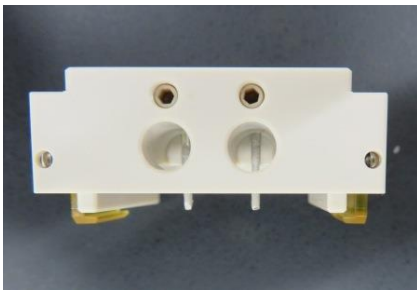

図 11 電極棒挿入
- ④ 電極棒の先端が 2mm 程度飛び出したところでイモネジを締めて固定します。(図11,12)